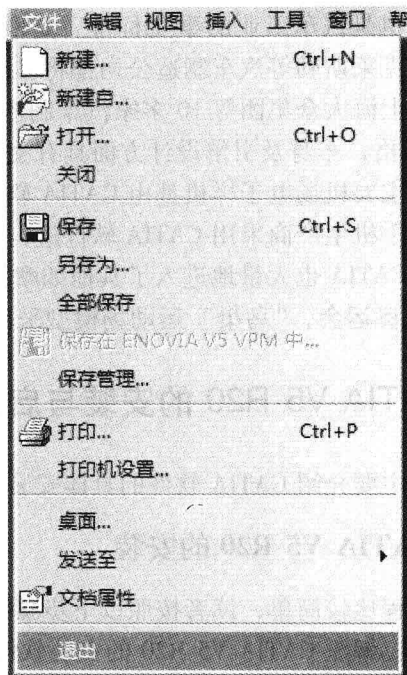

图 1-2 文件菜单
2) 单击 CATIA V5 R20 的主菜单的“文件”——“退出”，如图 1-2 所示。